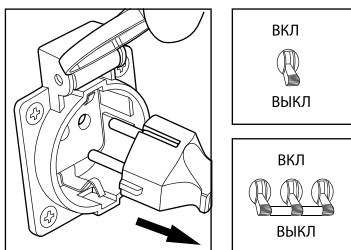

рис. 5
6. Отсоедините все электрические нагрузки, отключите подачу напряжения на панели штепсельных розеток. Переведите основной прерыватель цепи переменного тока и прерыватель цепи трехфазного тока в положение «ВЫКЛ» (рис. 5).